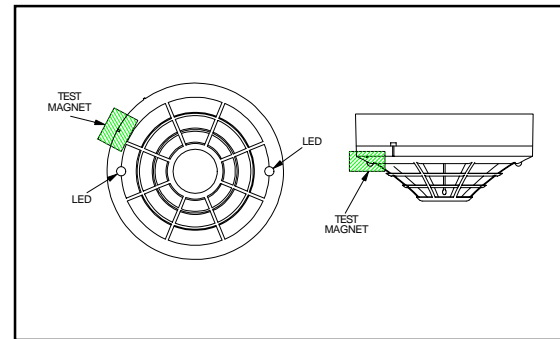

Abbildung 2. Positionieren des Testmagneten
- Der Melder wird getestet, indem der optionale Testmagnet etwa 2 cm von der LED entfernt gegen den Melderkörper im Uhrzeigersinn positioniert wird, so wie es in Abbildung 2 gezeigt ist.